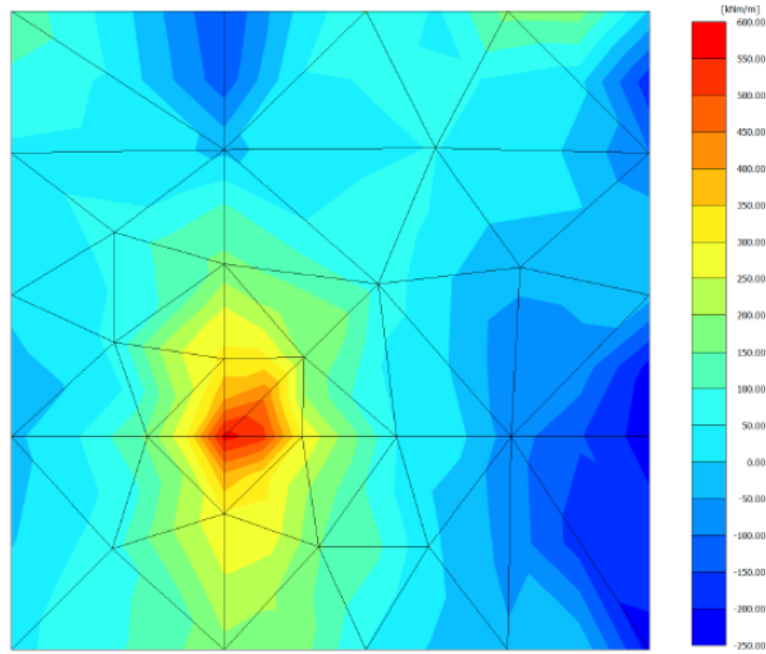

图 3.3 地下室底板的弯矩
- 2) 双击地下室底板，在力>Force)菜单中选择 M11。结果见图 3.3。